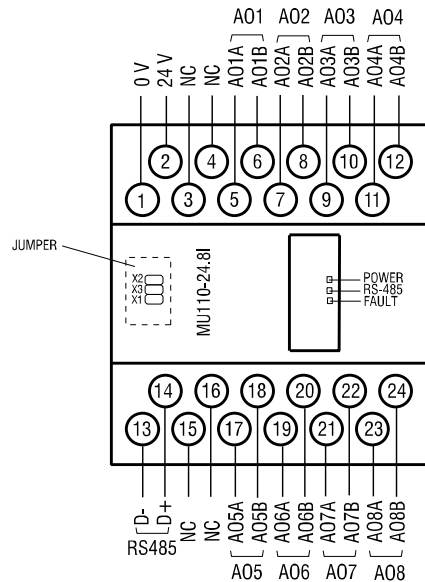

Fig. 4.1 Conexiones eléctricas del MU110-24.8I
Bajo la carcasa en el panel frontal del módulo se encuentran tres puentes (ver Fig. 4.1) con las siguientes funciones:
- Los terminales de conexión se muestran en la fig. 4.1 y 4.2, la designación de los terminales se indica en la Tabla 4.1.
- Abrir la tapa del panel frontal del módulo (ver fig. 4.1).